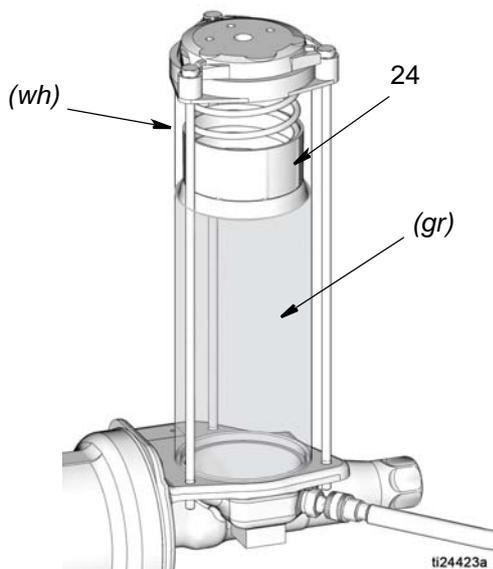

FIG. 5
3. Erogare lentamente il grasso dalla pompa al serbatoio finché il grasso presente nel serbatoio non solleva la piastra elevatore (24) al di sopra dell'orifizio di scarico (*wh*) e fuoriesce da tale orifizio (*wh*), scaricando l'aria dall'interno del serbatoio (FIG. 5).
NOTA: l'orifizio di scarico (*wh*) è ubicato verso il retro del serbatoio e non è visibile in FIG. 5. Il punto approssimativo dell'orifizio di scarico è identificato con *wh* nella figura.